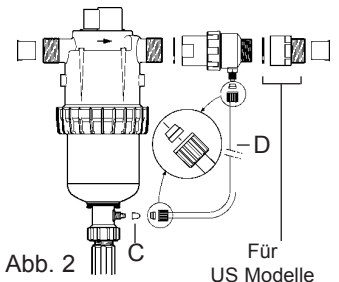

Abb. 2
Für Modelle mit Ausseneinspritzung (IE), die den Einsatz von bestimmten korrosiven Konzentraten ermöglichen, wird der Dosatron zusätzlich mit einem Einspritzstutzen (Abb. 2-D) geliefert.